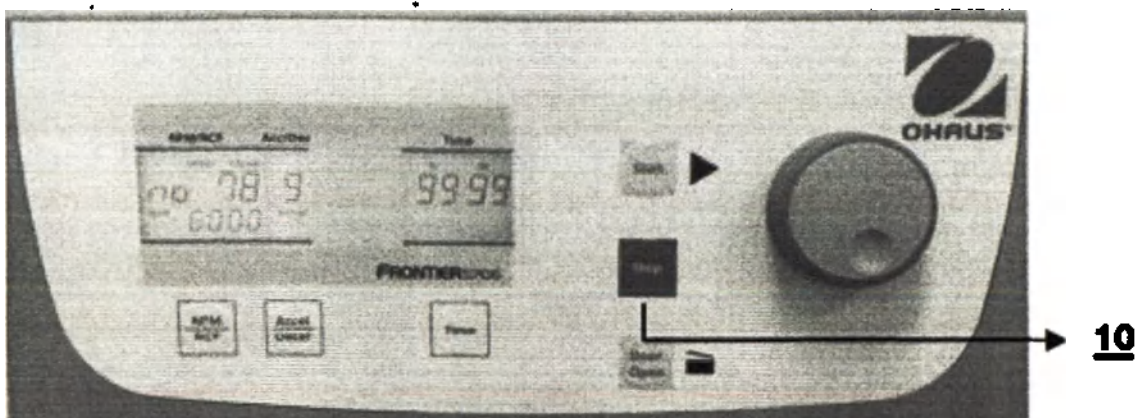

Рис. 23
С помощью кнопки **Stop** (10) (см. рис. 23) центрифугу можно остановить в любое время. После нажатия на эту кнопку производится торможение центрифуги с заданной интенсивностью вплоть до полной остановки.